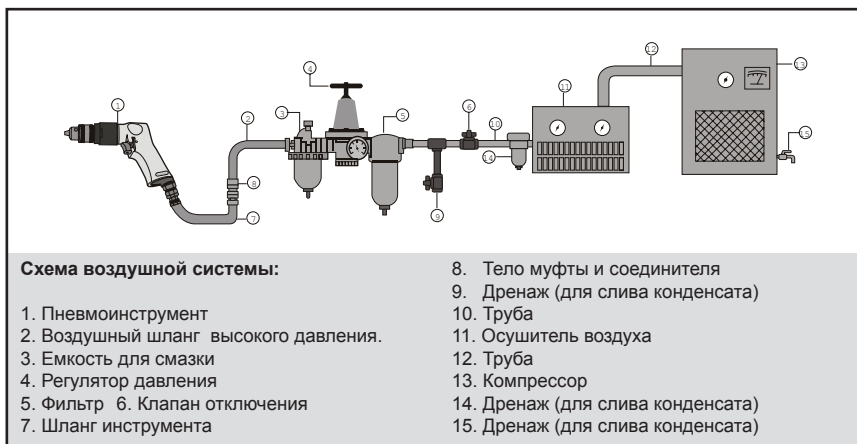

Рис.2 (Схема подключения)
B. Подача воздуха (см. схему ниже, рис.2)
4. Необходимо чистить картридж воздушного фильтра на входе каждую неделю. Как проводится данная процедура можно увидеть на схеме рис.2.